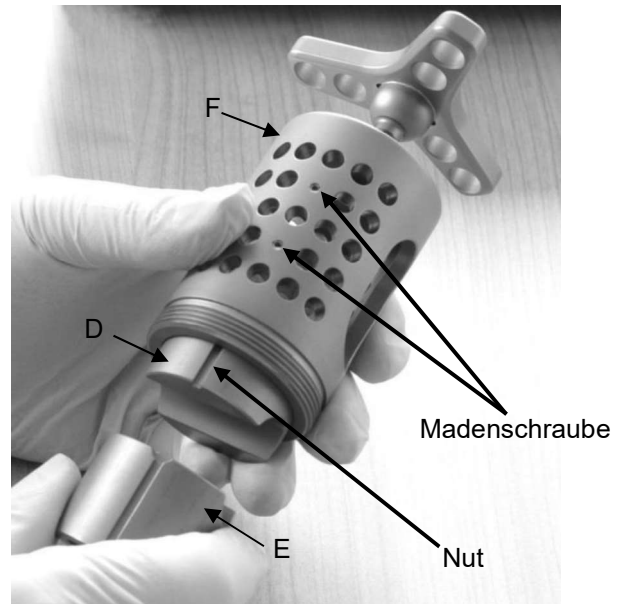

Abb. 8
Zuerst die äußere (D) und danach die innere (E) Klemmbacke in den Spannzylinder schieben (Abb. 8). Dabei darauf achten, dass die Nut der Klemmbacken über die beiden kleinen aus der Innenwand des Spannzylinders (F) ragenden Madenschrauben geschoben werden. Diese dienen als Verdrehsicherung. Danach wird die innere Klemmbacke (E) in den Spannzylinder (F) geschoben.